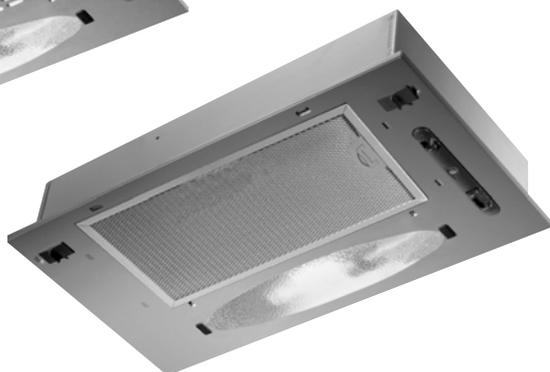

Fig.1
- La hotte doit être centrée par rapport au plan de cuisson et être fixée à au moins 650 mm au-dessus des plaques de cuisson électriques ou à 750 mm des plaques à gaz ou mixtes. (Fig.1). (Cette distance peut varier en fonction des normes en vigueur dans chaque pays).
VERSION ASPIRANTE (ÉVACUATION DE L'AIR VERS L'EXTÉRIEUR) - FIG. 1